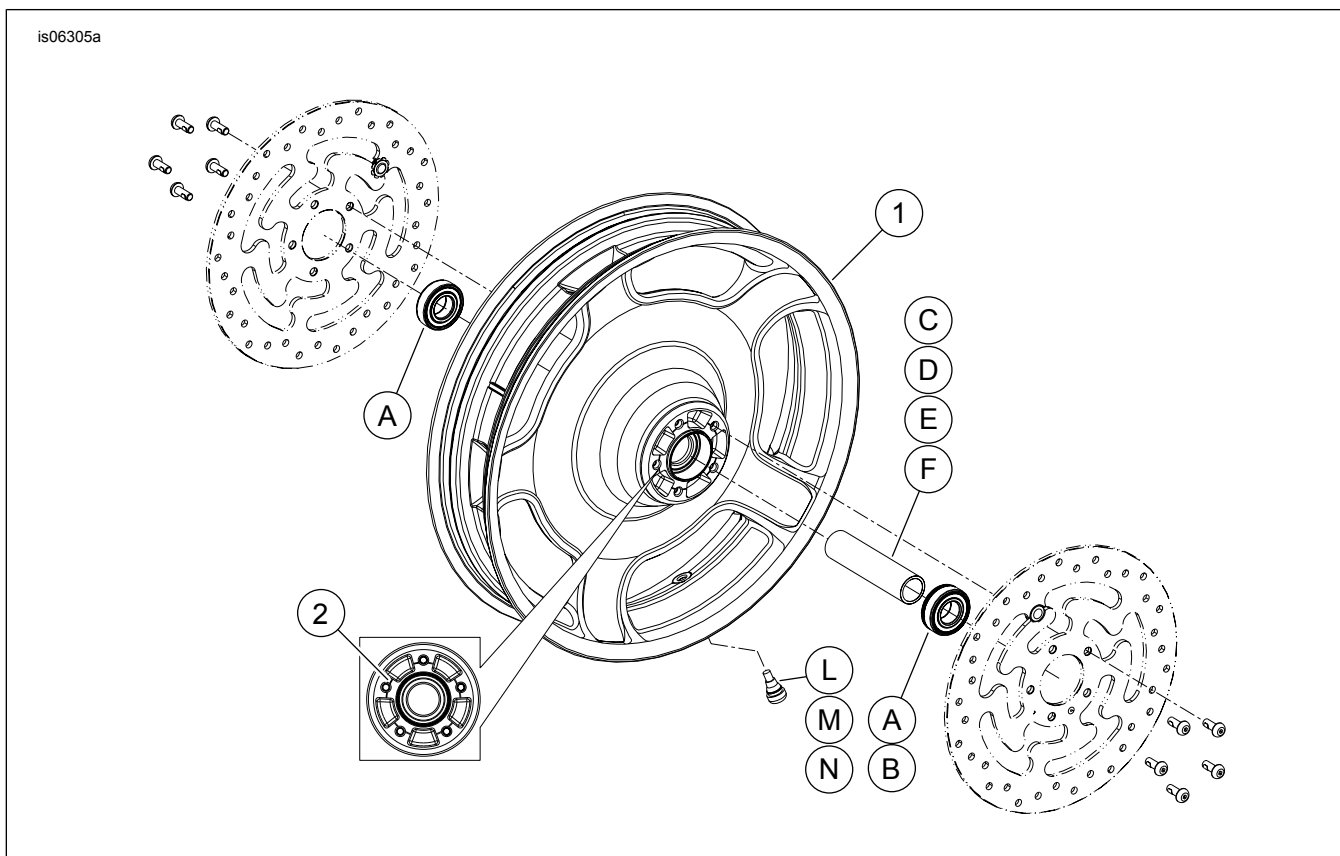

Figura 1. Peças de reposição: Roda dianteira com disco ranhurado
Veja Figura 1 e as tabelas de peças de reposição.
2. Veja Figura 1. Instale o conjunto da haste da válvula (L, M ou N) na roda. Consulte a seção PNEUS no Manual de serviço.